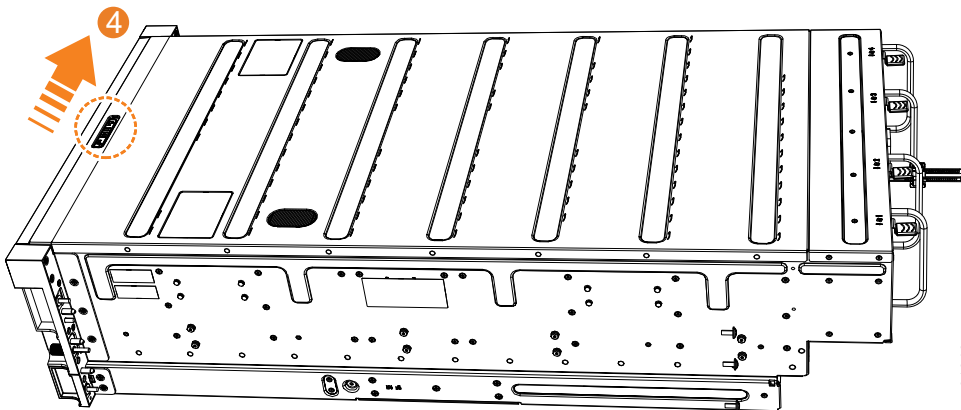

Figure 70. Verrouillage du capot supérieur
5. Bloquez le capot en position en faisant glisser le levier de dégagement **4**, comme indiqué dans la figure 70